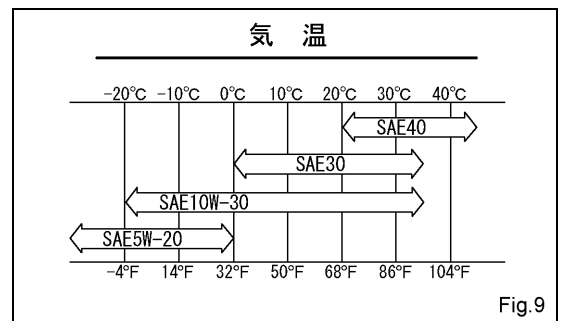

Fig.9
- (6) 給油プラグを給油口に差し込み、確実に締め付けて下さい。
- (7) エンジンオイルは API 分類 SH 級相当のエンジンオイルを使用温度（気温）によって右図のように使い分けて下さい。（Fig.9）